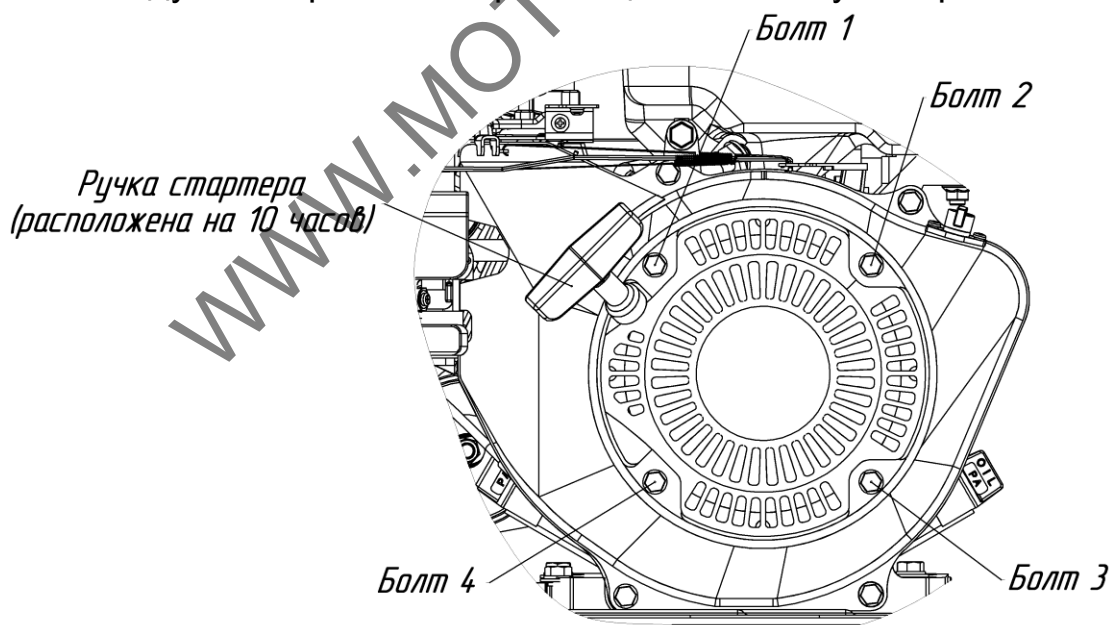

Рис.14 Схема крепления стартера на двигателе
- открутить 4 болта (см. рис.14);
- установить стартер на место таким образом, чтобы ручка стартера была расположена на 10 часов (см. рис.14);
- закрутить 4 болта (см. рис.14).